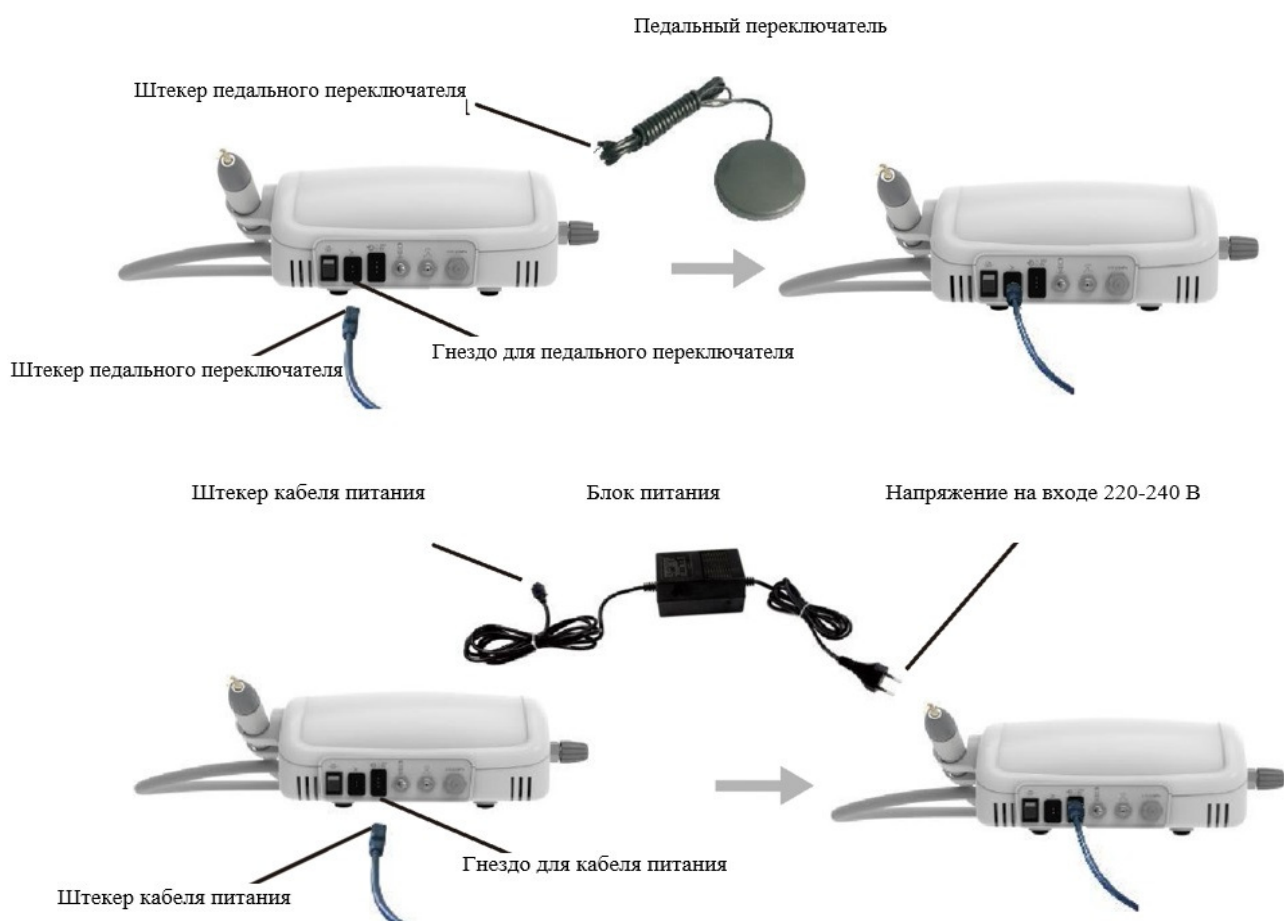

Рисунок 2
б) Схема подсоединения педального переключателя, источника питания и основного устройства показана на рис.2.
- Вставьте штекер педального переключателя в разъем (Рис.2).
- Соедините основное устройство с блоком питания, затем подайте питание (рис.2.).